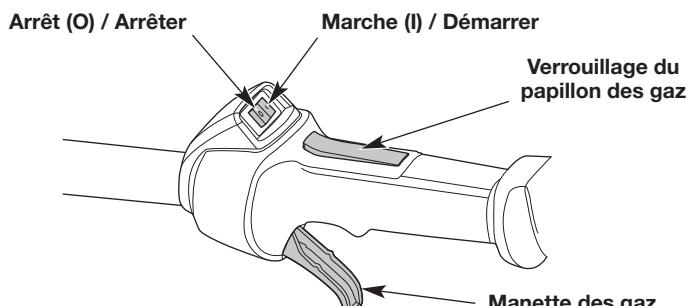
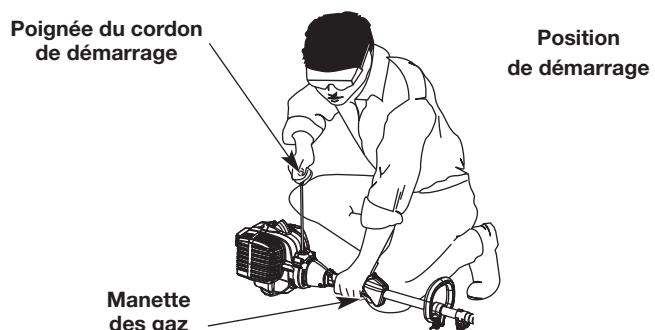

Fig. 6
Fig. 8
AVERTISSEMENT : Évitez un démarrage accidentel de l'unité. Afin d'éviter les blessures graves, l'utilisateur et l'appareil doivent se trouver en position stable lorsque le cordon de démarrage est tiré (Fig. 8).
- REMARQUE :** Il est inutile de mettre l'appareil en marche. La commande Marche/Arrêt est en position Marche (I) en permanence (Fig. 6).
5. Placez-vous en position de démarrage (Fig. 8).
6. Appuyer sur le verrouillage du papillon des gaz et serrer la commande des gaz (Fig. 6). Tirer à **5 reprises** sur le câble de démarreur avec un mouvement contrôlé et régulier (Fig. 8).
2. Maintenez la commande Marche/Arrêt enfoncée en position ARRÊT (O) jusqu'à ce que le moteur soit complètement arrêté (Fig. 6).